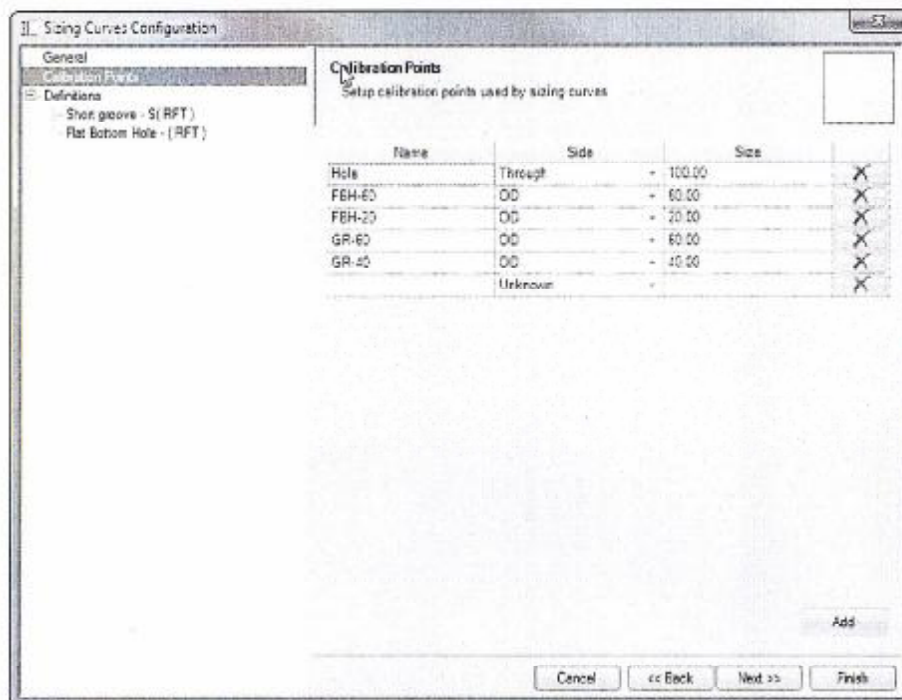

Рисунок 9
8.6.2.4 На странице «Calibration Points» (точки калибровки) добавить точки калибровки (не менее 4-х): например, сквозной дефект (100 %), два глухих сверления с плоским дном разной глубины, например 55 и 15 % от толщины стенки, проточку на внутреннем диаметре, ввести имя (name), сторону (side) и размер (size) для этих точек калибровки (рисунок 9). В поле